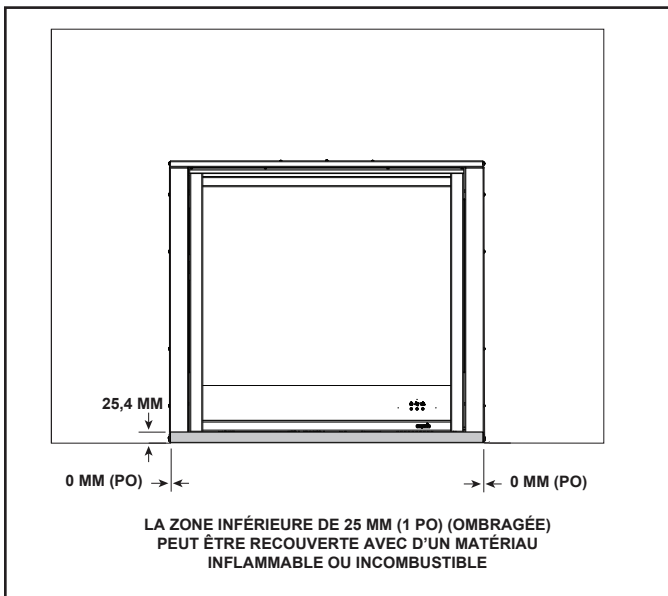

Figure 4.3 : Bord inférieur pour le revêtement de sol.
**Remarque :** L'appareil peut avoir un maximum de 2,54 cm (1 po) de revêtement de sol jusqu'au bord avant s'il est monté directement sur le sous-plancher. Voir la figure 4.3.
Les matériaux de revêtement de sol, tels que la moquette et le rembourrage, et les autres matériaux de finition du sol ne doivent pas dépasser de plus d'un pouce la base de l'appareil lorsque celui-ci est installé au niveau du sol. Voir la figure 4.3.